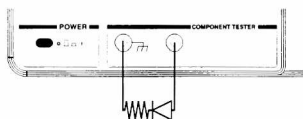

figure 21
- Insérer une résistance R de 1.2 k $\Omega$  en série avec la diode (figure 21).